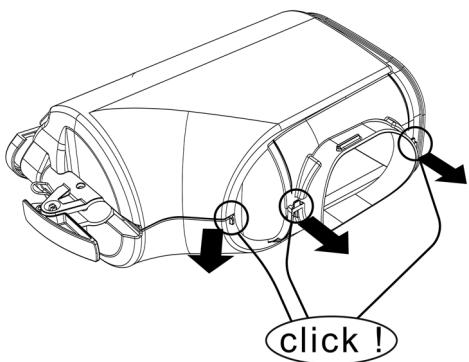

Bild 13
- 1** Die beiden Teile öffnen, indem man sie ausrastet. (Bild 13).